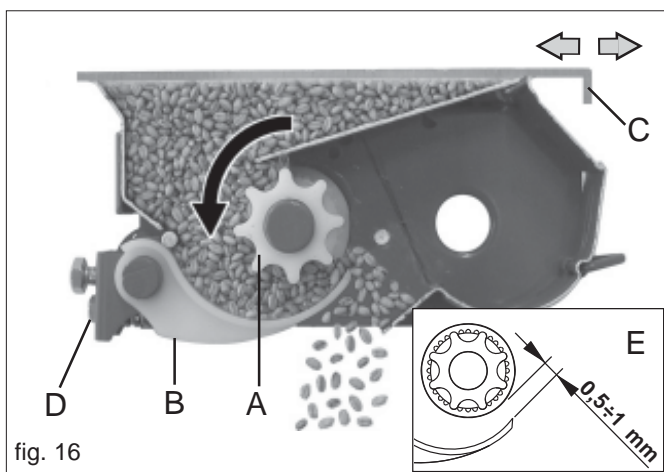

fig. 16
Les tâteurs (cf. B Fig. 16) positionnés correctement garantissent une distribution fluide et constante des graines.
- 3) moyennant la vis (D), régler la distance entre le tâteur et le rouleau de distribution à $0,5 \div 1$ mm (cf. E Fig. 16).
Les lames de fermeture des bouches (cf. C Fig.16) de sortie de la graine de la trémie ont **deux positions de réglage**: